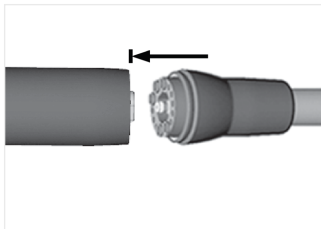

FIG. 2
2. Raccorder le moteur au tuyau exclusif (avec le connecteur de type MX2) comme indiqué sur la FIG. 2.